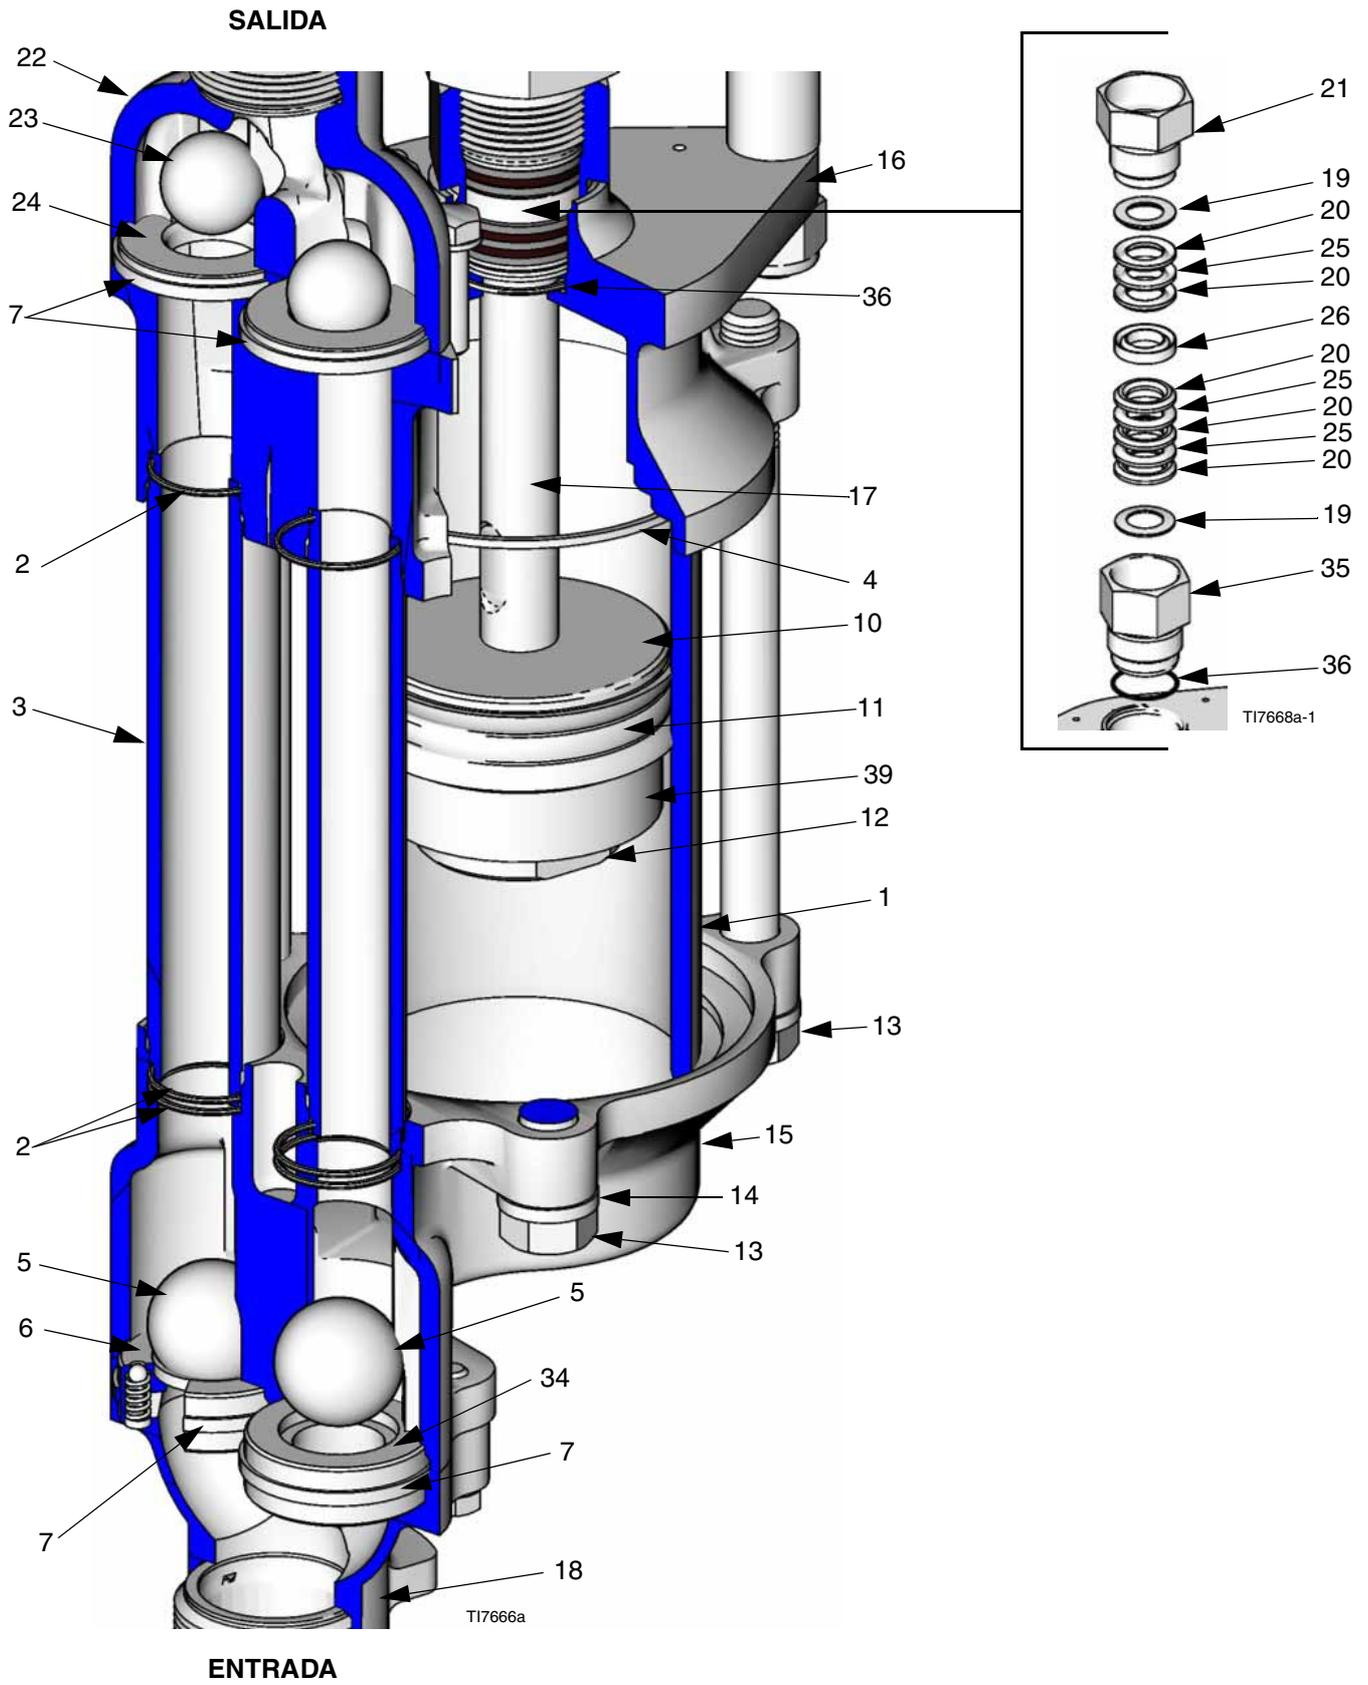

FIG. 8
8. Afloje la tuerca de la empaquetadura (21). Vea la FIG. 8.
9. Afloje y retire el cartucho de cuello (35). Retire la junta tórica de PTFE (36). Vea la FIG. 8.
11. Lubrique las empaquetaduras y prensaestopas de cuello. Instale un prensaestopas macho (19†), luego cinco empaquetaduras en V con los labios hacia abajo: una de UHMWPE (20†), una de cuero (25†), UHMWPE, cuero, UHMWPE. Instale el prensaestopas hembra (26†). Instale tres empaquetaduras en V con los labios orientados hacia arriba: UHMWPE, cuero, UHMWPE. Instale el otro prensaestopas macho (19†). Instale la tuerca de la empaquetadura (21) y apriétela con la mano. Vea la FIG. 8.
- Coloque las dos mitades del pistón (10) alrededor de la empaquetadura (11) y encájelas entre sí. Vea la FIG. 8.
- Aplique sellador de roscas (Loctite® 263 o 2760) a las roscas de la varilla del pistón (17). Enrosque la varilla a través del pistón, empaquetadura y espaciador en la tuerca de pistón (12). Apriete la tuerca a 129-135 N•m (95-100 pie-lb). Permítale curar durante un mínimo de 12 horas antes de usar.
- Con la carcasa de la base de bomba (11) invertida, instale las bolas (5) y las juntas (7\*).
El asiento de la válvula de alivio (6) se debe instalar en la entrada de fluido, como se muestra en la FIG. 8. La válvula de alivio reduce el riesgo de sobrepresión de la bomba. El asiento no puede aliviar la presión si se instala en el otro lado de la carcasa de entrada.
- Instale el asiento de entrada de la válvula de alivio (6) en el lado izquierdo de la carcasa de la base de bomba (11), como se ve en la FIG. 8. (El texto moldeado en la carcasa de entrada de la base de bomba identifica la posición correcta del asiento de la válvula de alivio.) El pasador (P) del asiento debe apuntar hacia la carcasa. El pasador limita el posicionamiento del asiento y asegura que el orificio de ventilación (V) no sea bloqueado por parte de la carcasa. Vea la FIG. 5.
- Coloque el colector de entrada (18) en la carcasa de entrada (15). Instale las arandelas de seguridad (8) y los tornillos de cabeza (9). Apriete a 34-40 N•m (25-30 pie-lb). Vea la FIG. 8.
- Coloque el colector de entrada (18) en un torno de banco. Coloque una junta tórica (2\*) en cada lado de la carcasa de entrada (15), donde se asientan los tubos (3). Coloque juntas tóricas (2\*) en las ranuras de cada extremo de los tubos. Coloque una junta (4) en las carcasas de entrada y de salida (15 y 16). Coloque los tubos y el cilindro (1) en la carcasa de la base de bomba.